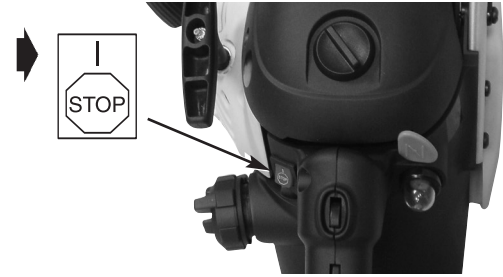

Fig. 4
4. Ponga el interruptor rojo STOP (PARAR) en la posición de ENCENDIDO "I" (Fig. 4).